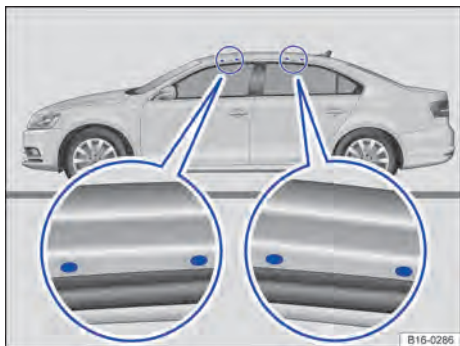

Fig. 116 Pontos de fixação dos suportes de base.
As marcações para fixação na frente encontram-se nos lados inferiores das vigas do teto ⇒ Fig. 116 (lupa esquerda). As marcações e furos para fixação atrás encontram-se nos lados inferiores das vigas do teto.
- Fixar os suportes de base somente nas perfurações e marcações indicadas na figura ⇒ Fig. 116.